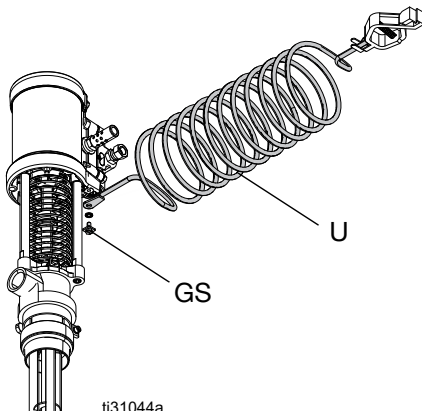

FIG. 4: Cable de tierra
Consulte la FIG. 4. Verifique que el tornillo de conexión a tierra (GS) esté fijado y apretado con seguridad en el motor neumático. Conecte el otro extremo del cable de tierra (U) a una toma de tierra fiable.